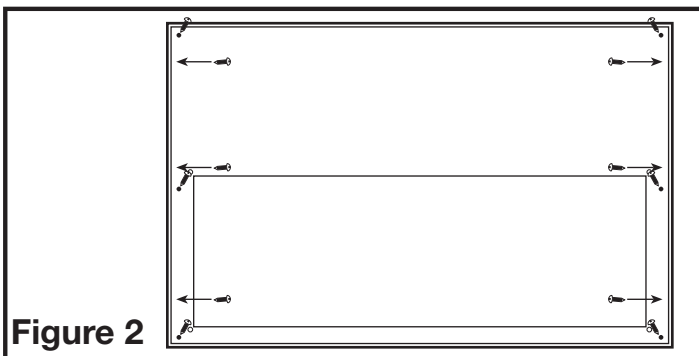

Figure 2
- Fixez le revêtement à l'armature ou au panneau fait sur mesure du cabinet en utilisant trois vis sur chaque extrémité du revêtement et 3 vis de chaque côté du dessus du revêtement (**Figure 2**).